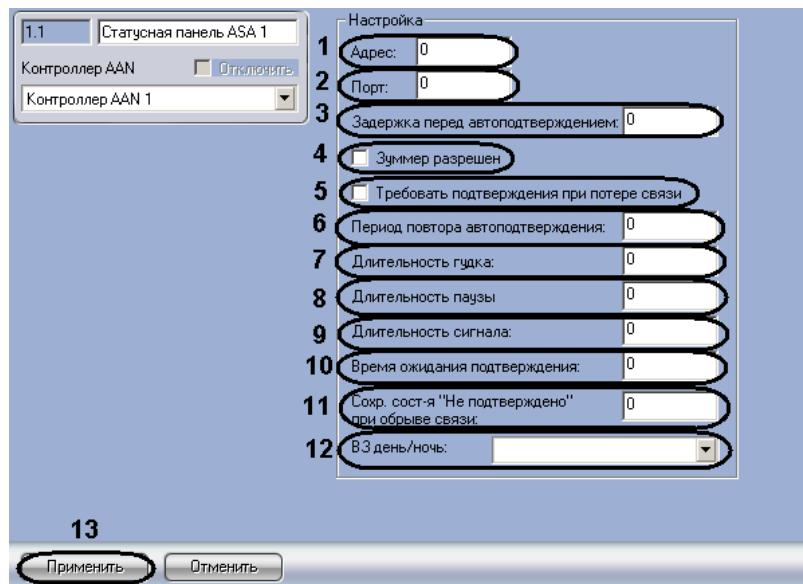

Рис. 3.4-6 Панель настроек объекта Статусная панель ASA
1. Перейти на панель настроек объекта **Статусная панель ASA** (Рис. 3.4-6).
2. Ввести в поле **Адрес**: уникальный адрес панели ASA (см. Рис. 3.4-6, 1).
3. Из раскрывающегося списка **Порт**: выбрать порт подключения панели ASA (см. Рис. 3.4-6, 2).
4. Ввести время в секундах до автоматического подтверждения тревоги на панели ASA в поле **Задержка перед автоподтверждением**: (см. Рис. 3.4-6, 3).
5. Установить флажок **Зуммер разрешен**, если необходимо включить сигнальное устройство панели ASA (см. Рис. 3.4-6, 4).
6. Если необходимо требовать подтверждение при потере связи панели ASA с контроллером, установить соответствующий флажок (см. Рис. 3.4-6, 5).
7. В поле **Период повтора автоподтверждения**: необходимо ввести время в секундах, определяющее задержку между автоматическими подтверждениями тревоги (см. Рис. 3.4-6, 6).
8. В поле **Длительности гудка**: ввести время в секундах гудка сигнального устройства (см. Рис. 3.4-6, 7).
9. В поле **Длительности паузы** ввести время в секундах, определяющее паузу между гудками сигнального устройства (см. Рис. 3.4-6, 8).
10. В поле **Длительности сигнала**: ввести время в секундах сигнала зуммера (см. Рис. 3.4-6, 8).
11. В поле **Время ожидания подтверждения** ввести время в секундах, определяющее временной интервал до подтверждения тревоги (см. Рис. 3.4-6, 10).
12. В поле **Сохр. сост-я “Не подтверждено” при обрыве связи**: ввести время в секундах, определяющее временной интервал, в котором при потере связи будет сохраняться состояние **Не подтверждено** (см. Рис. 3.4-6, 11).
13. Из раскрывающегося списка **В 3 день/ночь**: выбрать временную зону, которая будет определять день для панели ASA (см. Рис. 3.4-6, 12).
14. Для сохранения изменений нажать кнопку **Применить** (см. Рис. 3.4-6, 13).